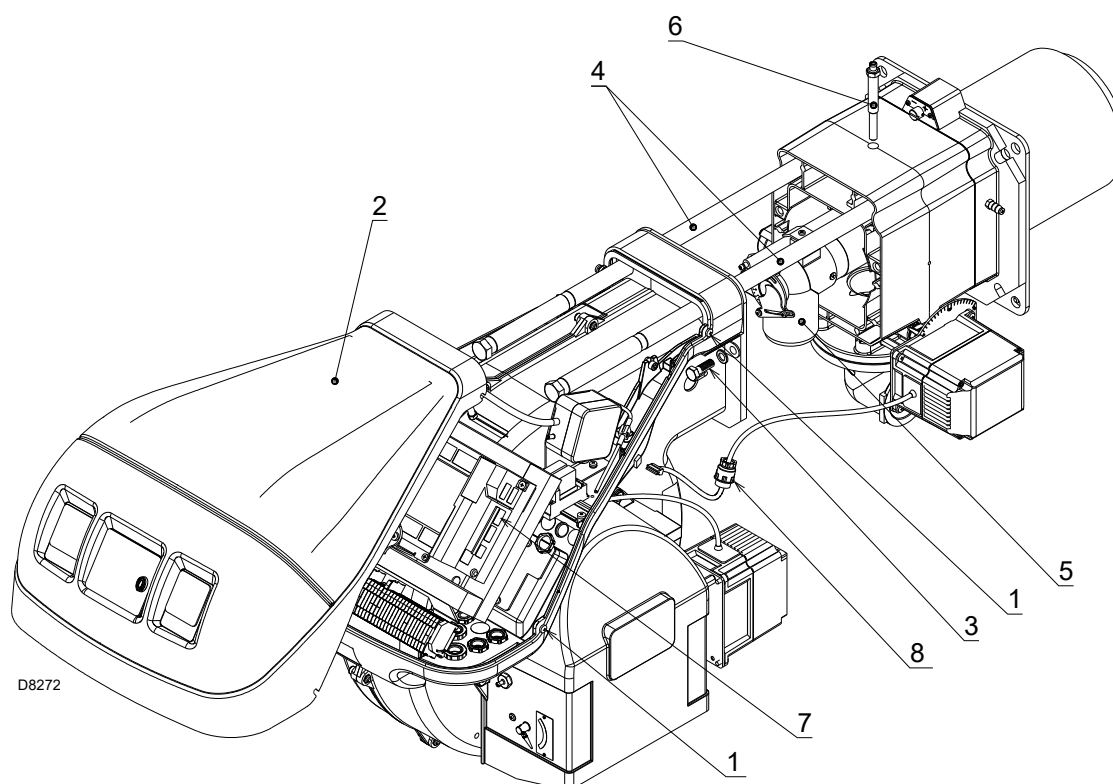

Abb. 40
Den Brenner öffnen und überprüfen, ob alle Flammkopfteile unversehrt und nicht durch hohe Temperatur verformt sind, dass kein Schmutz aus der Umgebung und kein Rost an den Metallteilen vorhanden ist und ob sie richtig positioniert sind. Prüfen Sie, dass die Gasaustrittsöffnungen für die Zündphase im Verteiler des Flammkopfes von Verschmutzungen oder Rostablagerungen frei sind. Im Zweifelsfalle die Krümmung (Abb. 40 auf Seite 58) ausbauen.
- Die 4 Schrauben 1)(Abb. 40) lockern und die Haube 2) abnehmen.
- Den Stecker des Stellmotors 7)(Abb. 40) anschließen und die Kabeldurchführung 8) anschrauben.